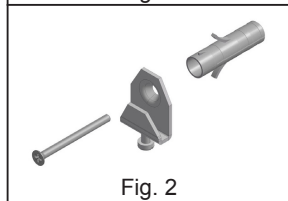

Fig. 2
- a) No 2 ganci livellanti con fissaggio con tasselli ad espansione in dotazione (Fig.2)
- 7) Appendere la cappa al sistema di fissaggio (Fig.2 e 3) ed eseguire il livellamento agendo sulla vite di regolazione.